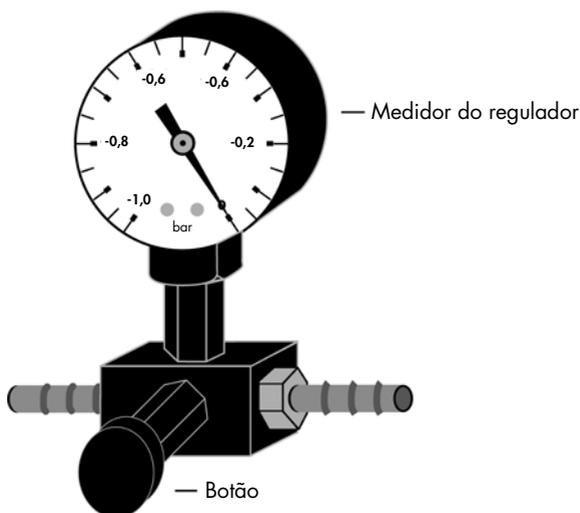

Figura 4. Diagrama esquemático do Vacuum Regulator.
2. **Recomendado:** Insira uma VacValve em cada slot luer do QIAvac 24 Plus que será usado (consulte a Figura 4).
3. Insira um VacConnector em cada VacValve (consulte a Figura 4).
4. Coloque as colunas do QIAamp Mini nos VacConnectors no coletor (consulte a Figura 4).